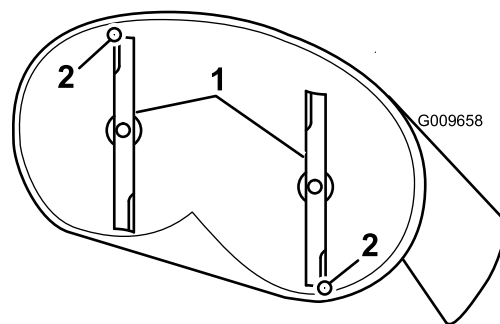

Figura 51
4. Gire cuidadosamente las cuchillas colocándolas en el sentido de avance de la máquina (Figura 51).
5. Mida entre la punta de la cuchilla delantera y la superficie plana y entre la punta de la cuchilla trasera y la superficie plana (Figura 51).
cuchilla delantera esté entre 1.6 y 7.9 mm (1/16" a 5/16") más baja que la punta de la cuchilla trasera (**Figura 51**).